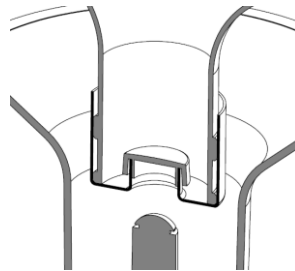

Abbildung Nr. 9. «Flaschendeckel Ventil Platzierung während Wegnahme der Flasche»
2.4. Beim Trennen der Flasche vom Gerät, schließt sich das Ventil automatisch, es bringt die sichere Herausnahme der Flasche und verhindert die Ausschüttung von Wasser aus der Flaschen (Siehe Abbildung Nr. 9.).